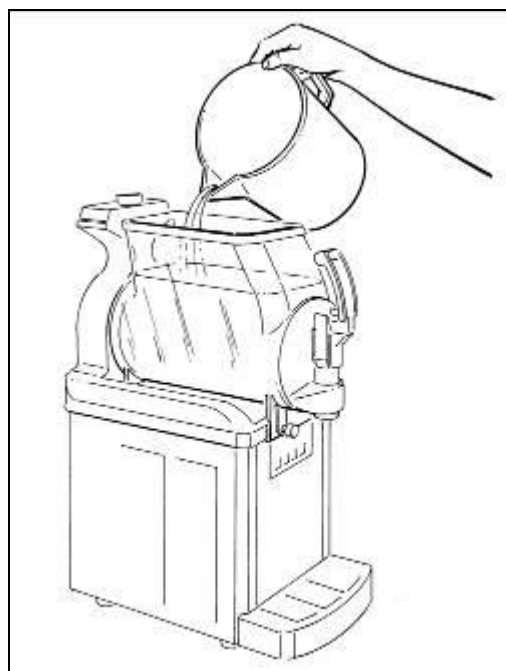

Fig. 23
- Versare il prodotto ottenuto nella vasca (vedi fig.23).